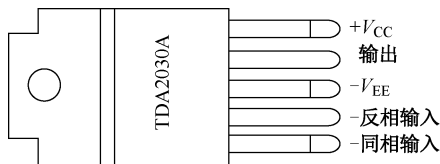

图 5-20 TDA2030A 音频功放电路
4. TDA2030A 是一款单声道音频功放电路, 采用单列直插式塑料封装, 引脚排列是芯片正面面对自己时, 从左向右, 引脚序号依次递增。请在图 5-20 中标出引脚序号。
5. 从图 5-20 中可以看出 TDA2030A 第\_\_\_\_\_引脚为电源正极, 第\_\_\_\_\_引脚为电源负极。